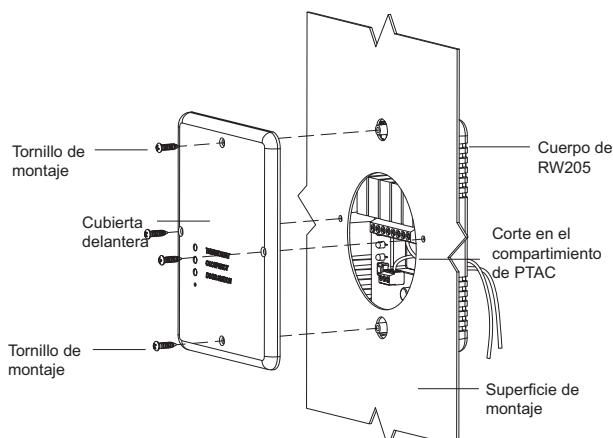

Figura 2. Instalación entre paredes
- Montaje detrás de un corte en una pared de PTAC. La placa de refuerzo del RW205 incorpora resaltos para tornillos con capacidad de soportar la parte detrás de un corte en el compartimiento de PTAC. Consulte la Figura 2 a continuación. Se incluye una plantilla de corte para este tipo de instalación en el paquete de su RW205.
7. Vuelva a colocar la cubierta delantera del RW205. Consulte la Figura 2 para obtener la configuración correcta si lo va a instalar detrás de un corte de pared PTAC.